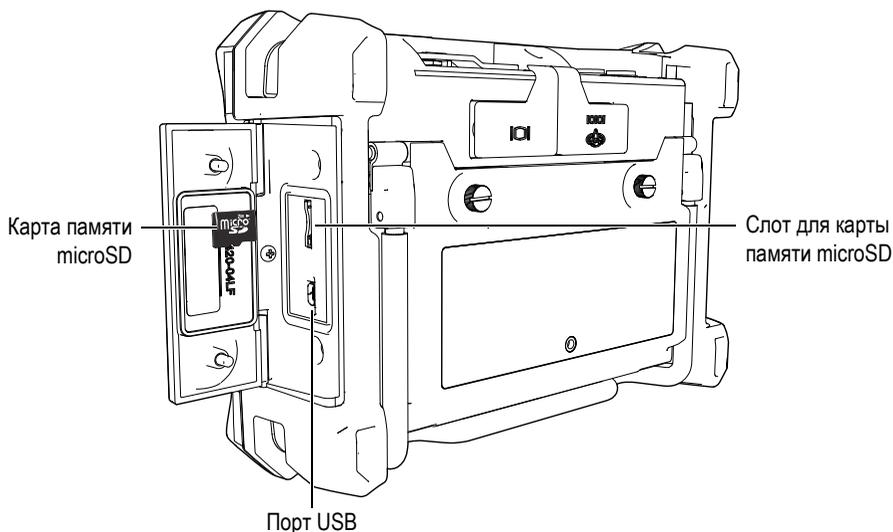

Рис. 6-28 Расположение карты памяти microSD
2. Убедитесь, что карта памяти microSD вставлена в NORTEC 600 (см. Рис. 6-28 на стр. 349).
2. Убедитесь, что карта памяти microSD вставлена в слот NORTEC 600 (см. Рис. 6-28 на стр. 349).